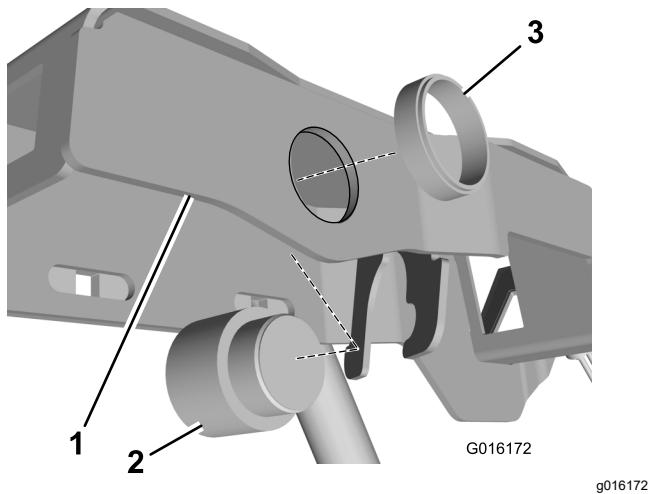

Figura 2
- Instale la alarma sonora en el bastidor del brazo de la consola (Figura 2).